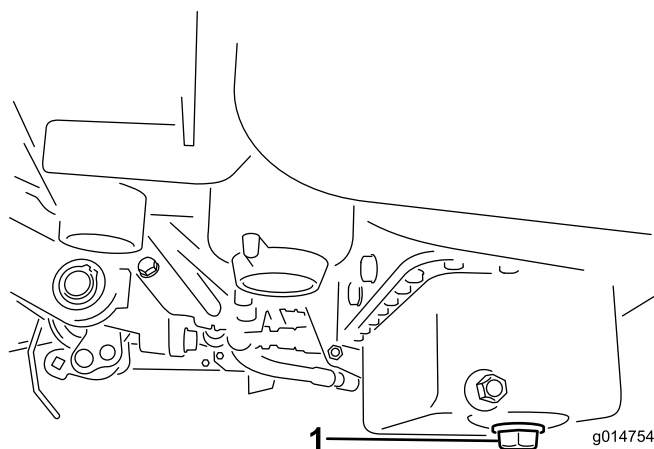

Bild 42
1. Entfernen Sie die Ablassschraube und lassen das Öl in ein Auffanggefäß ab. Schrauben Sie die Ablassschraube wieder ein, nachdem das Öl abgelassen ist (Bild 42).